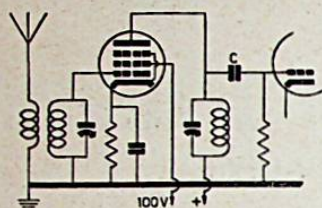

Fig. 3. HF trap met afgestemde plaat/roosterkring
- (b) afgestemde roosterkring/afgestemde plaatkring, de laatste d.m.v. een koppelcondensator C verbonden met het rooster van de mengbuis (fig. 3).
De schakeling van fig. 3 is wat eenvoudiger, wat de spelconstructie betreft. Doordat zowel rooster als plaat-